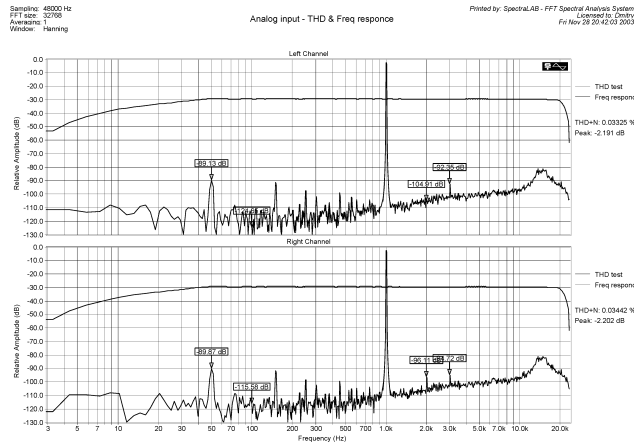

Рис.32
1. Выходной спектр при подаче на вход сигнала 1 кГц (нелинейные искажения) - **рис.32**.